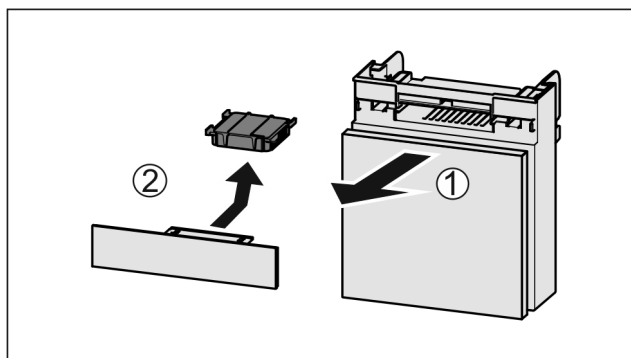

Fig. 76
- ▶ Dra ut Fig. 76 (1) lådan framåt.
- ▶ Ta ut Fig. 76 (2) aktivtkolfiltret.